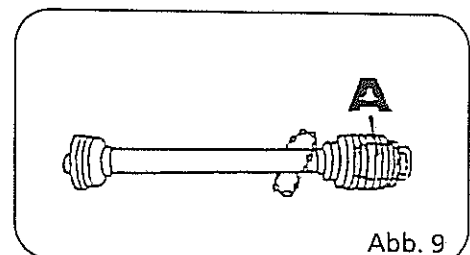

Abb. 9
**Achtung!** Beim Einsetzen und Wechseln der Messerklingen unbedingt darauf achten, daß der Zapfen der Messerhalter in die Bohrung unterhalb der Messerplatte eingerastet ist (Abb. 9). Das gleiche gilt beim Wechseln der Messerhalter, siehe auch Seite 21.